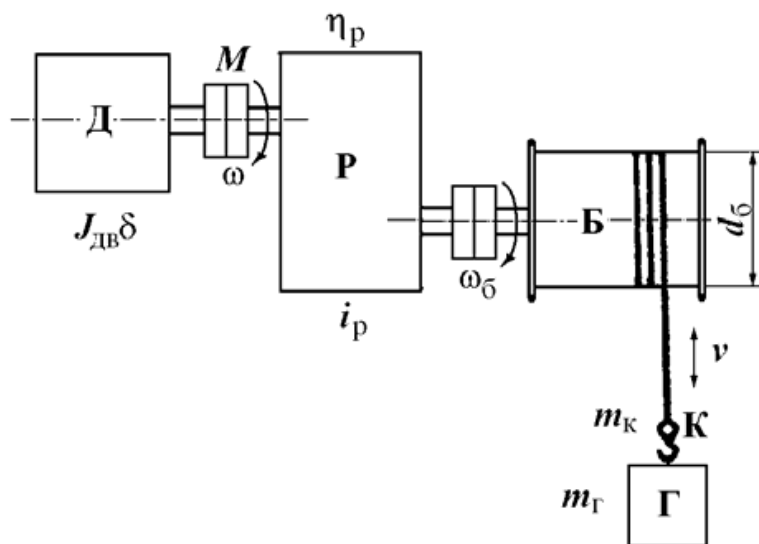

Рис.1. Грузоподъемная лебедка
**Задача 1.** Лебедка для подъема груза (рис.1) включает в себя барабан с канатом Б, крюк К, груз Г, редуктор Р и двигатель Д.
Задача 3. Определить мощность двигателя привода лебедки (см. рис.1) в установившемся режиме работы. Данные привода:  $G_k = 5000 \text{ Н}$ ;  $G_T = 15000 \text{ Н}$ ;  $v_{\downarrow} = v_{\uparrow} = 0,5 \text{ м/с}$ ; КПД редуктора  $\eta_p = 0,8$ ; КПД редуктора при работе лебедки без груза  $\eta_0 = 0,5$ .
**Задача 6.** Определить требуемый момент двигателя при пуске и торможении привода лебедки (см. рис.1) с постоянным ускорением  $\varepsilon = d\omega / dt = 100 \text{ рад/с}^2$ . Данные привода:  $M_{с.гр} = 500 \text{ Нм}$ ;  $M_{с0} = 50 \text{ Н.м}$ ;  $\omega_{уст} = 100 \text{ рад/с}$ ;  $t_{п} = t_{т} = 1 \text{ с}$ ,  $J_{дв\delta} = 2 \text{ кгм}^2$ ;  $J_{пр} = 3 \text{ кгм}^2$ .